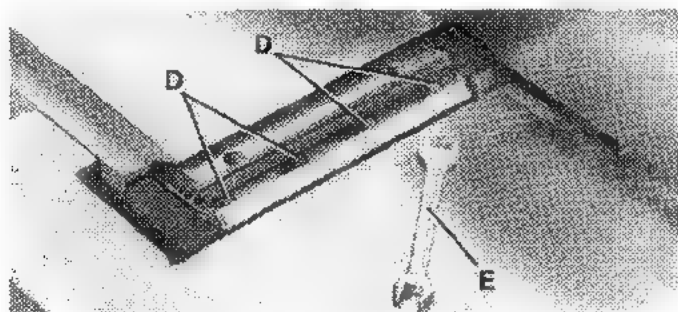
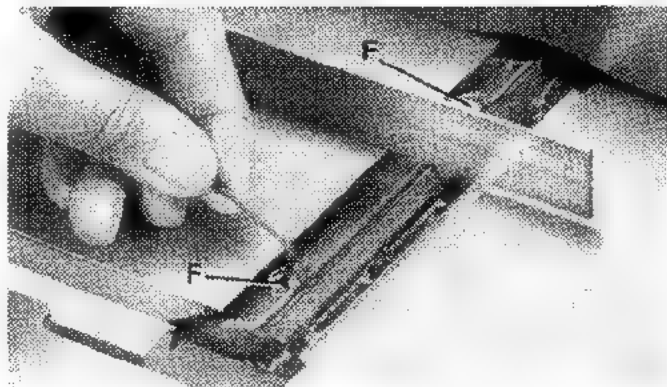

FIGURE 25
FIGURE 26
6. Si un couteau est trop haut ou trop bas, tournez légèrement les cinq boulons, quatre boulons sont illustrés (D) Fig. 25, de la barre de verrouillage avec la clé ouverte (E) fournie. Ensuite ajustez la hauteur du couteau en tournant les vis d'élévation (F) Fig. 26, dans le sens anti-horaire pour baisser le couteau et dans le sens horaire pour le monter. NOTE: Si le couteaux doit être abaissé, il sera nécessaire de pousser sur le couteau une fois que les vis (F) sont tournées.